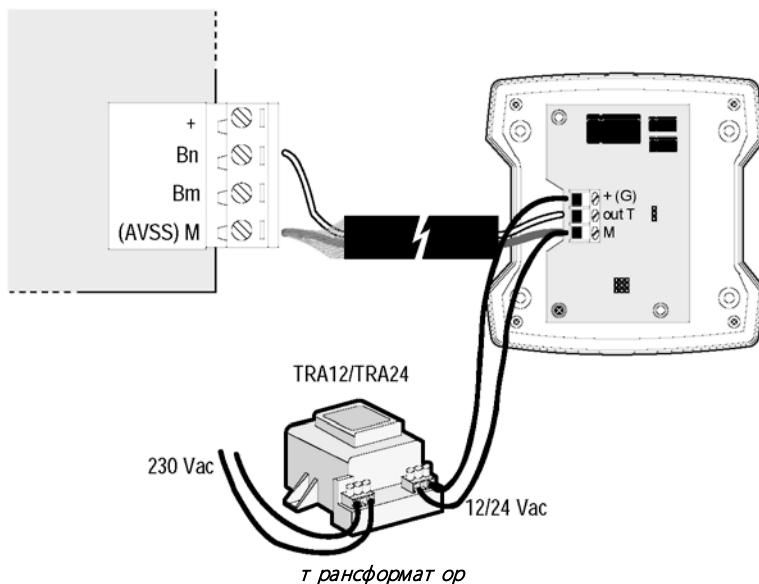

Рис. 4
Во избежание ошибок в измерениях из-за влияния тока от источника питания можно использовать дополнительный источник питания с внешним трансформатором (например: CAREL код TRA12VDE00 или TRA2400001). Трансформатор подключается, как показано на Рис. 4.
**Примечание:** трансформатор не должен быть заземлен и может устанавливаться в электрическую панель управления. Для выполнения соединений используется многополюсный кабель с 2 или 3 выводами. В этом случае питание не будетходить на соединение M-AVSS. В установках, где используется более одного датчика, каждый датчик подключается через отдельный трансформатор. Такая конфигурация обеспечивает расстояние передачи сигналов управления – 100 м (см. Рис. 4).
Если используется питание переменного тока, кабели должны иметь сечение 1,5 мм2, чтобы сократить уровень помех от источника питания. В некоторых случаях эти помехи могут приводить к нестабильности измерений. Помех можно избежать за счет применения источника питания постоянного тока или отдельного источника питания, как показано на Рис. 4.